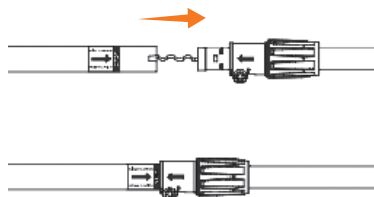

Рис. 2
- Установите верхний вал ❶ в телескопический вал ❷ (Рис. 2).